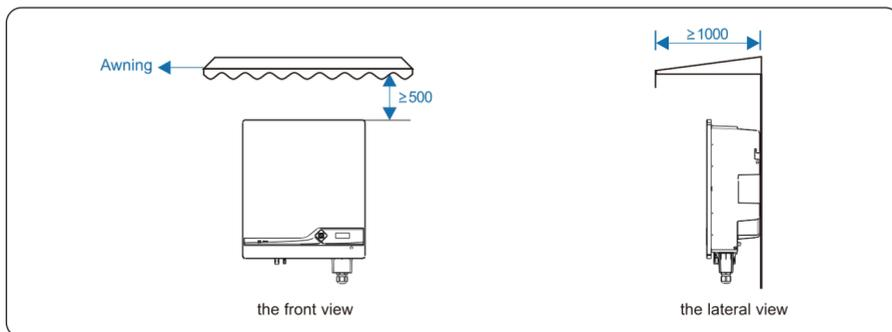

Figura 4.3 Ambiente de instalação com toldo (unidade mm)
- c. O inversor deve estar livre de exposição direta à luz solar, chuva e neve para estender sua vida útil. Recomenda-se que o inversor seja instalado em local abrigado. Se não houver abrigo disponível, construa um toldo, como mostra a figura 4.3.